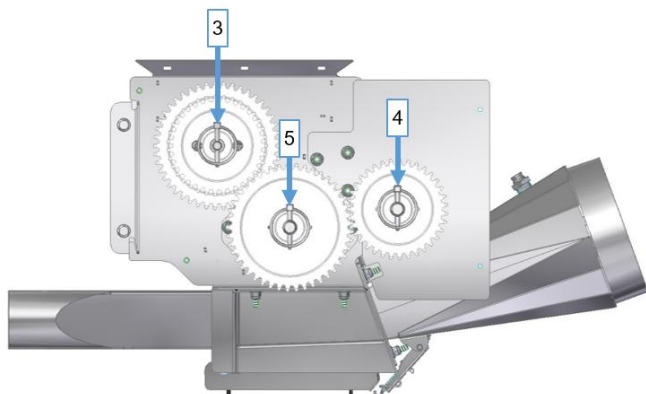

Figura 34
É possível alterar a transmissão do acionamento do eixo de semeadura. De fábrica (ver Figura 34) o motor tem uma engrenagem [5] (número de dentes = 35) e o eixo de semeadura tem uma engrenagem [4] (número de dentes = 45), relação de transmissão (i) = 0,78. Nesse modo, o eixo de semeadura atinge uma rotação máxima de aproximadamente 80 rpm. Se essa rotação não for suficiente, as engrenagens podem ser trocadas seguindo o seguinte procedimento:
- Primeiro, remova as duas engrenagens individuais (motor [5] e eixo de semeadura [4]). Em seguida, retire a engrenagem dupla do agitador [3] (ver Figura 34).